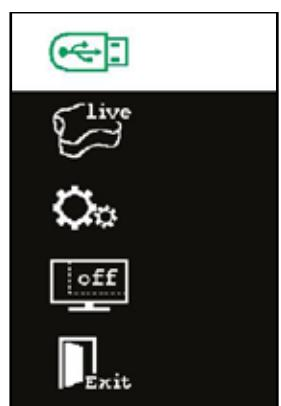

Fig. 21
- ⇒ Nel menu principale Split Screen (Fig. 20) o nel sottomenu SplitScreen (Fig. 21) selezionare la penna USB.
- ⇒ Nel sottomenu Split Screen (Fig. 21), selezionare la voce Screen Shot.